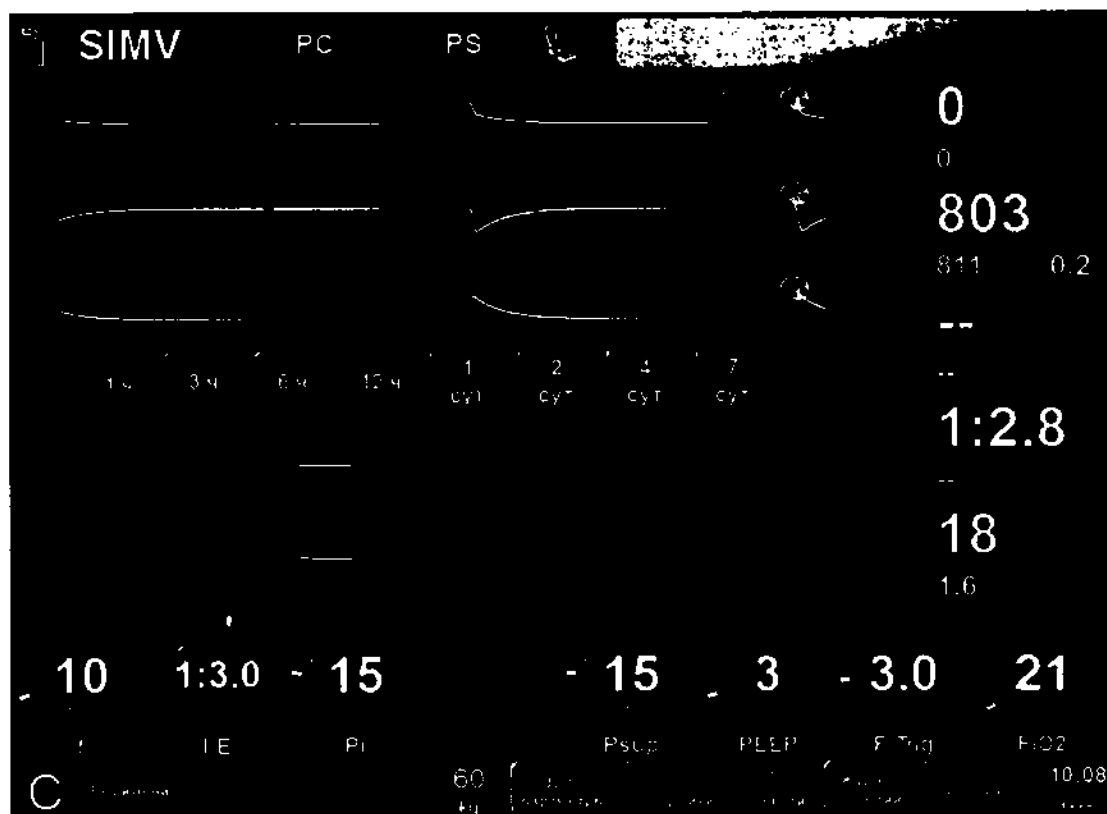

Рисунок 10-17 - «Мультиэкран – кривые, тренды графические»
- Кривые, тренды (Рисунок 10-17).